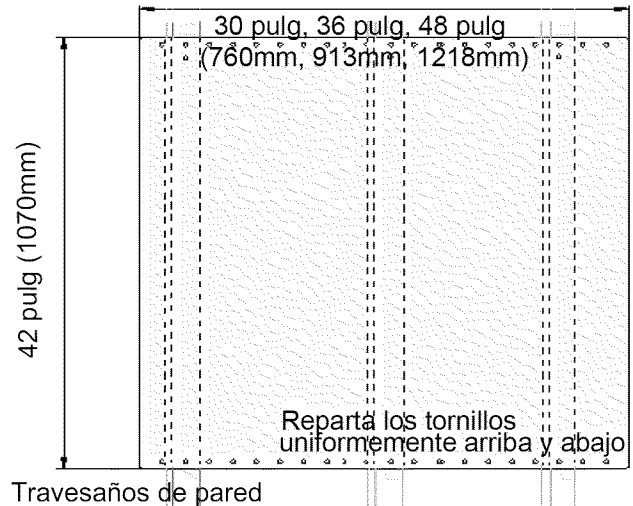

Figura 15: Instalación de la consola trasera
- Utilice dos de los tornillos proporcionados para fijar las partes inferior y superior de la consola trasera de protección a cada travesaño de pared (vea la *Figura 15*).